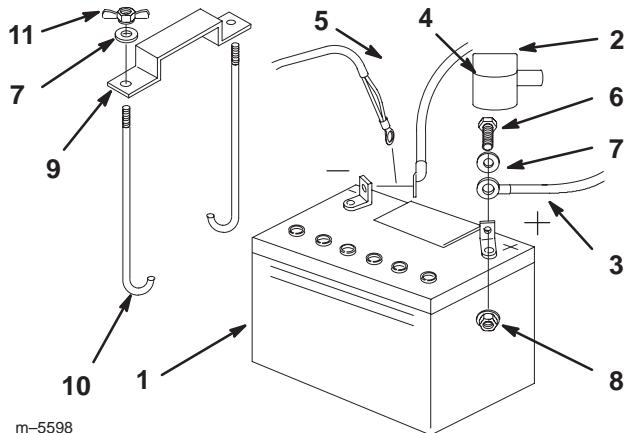

Figure 65
1. Placez la batterie dans son support en tournant les bornes vers le moteur (Fig. 65).
4. Fixez les câbles à l'aide de 2 boulons (1/4 x 3/4 pouce), 2 rondelles (1/4 pouce) et 2 contre-écrous (1/4 pouce) (Fig. 65).
6. Fixez la batterie en position avec des boulons en J, une barrette de maintien et 2 rondelles (1/4 pouce), ainsi que 2 écrous papillons (1/4 pouce) (Fig. 65).
4. Débranchez d'abord le câble négatif et le câble de masse de la borne négative (–) de la batterie (Fig. 65).
5. Ôtez le capuchon rouge de la borne positive (rouge) de la batterie. Retirez ensuite le câble positif (rouge) de la batterie (Fig. 65).
6. Retirez les deux écrous papillons (1/4 pouce) qui fixent la barrette de maintien de la batterie (Fig. 65).